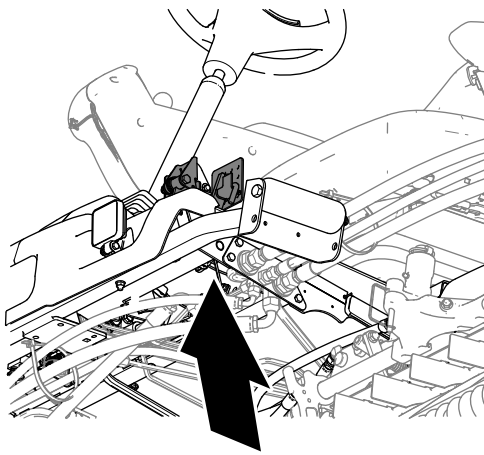

**Bild 159**
2. Lösen Sie die Pedalsperriegel zwischen den Bremspedalen (Bild 159), so dass beide Bremsen unabhängig voneinander wirken können.